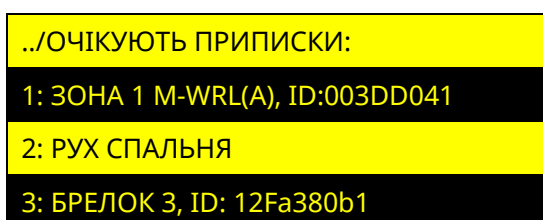

Рисунок 4.11 – Вікно відображення елементів, які очікують приписки
В пункті «**ПРИПИСКА**» розділу «БЕЗПРОВІДНІ КОМПОНЕНТИ», відображається список зон модуля M-WRL(A) до яких не приписані безпроводні сповіщувачі а також брелки, до яких не приписані SpaceControl (рисунок 4.11).